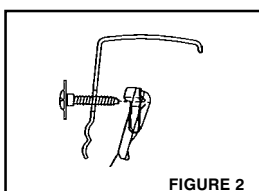

FIGURE 2
Center plastic tailgate cover on truck tailgate. Slide washers on the screws removed in Step 1. Insert and tighten the four screws in the four center holes of truck tailgate using a Phillips screwdriver, **DO NOT OVERTIGHTEN**. Plastic nut inserts on truck tailgate will easily strip out. (see FIGURE 2)
Stand at rear of pickup (center) and lift bedliner floor up. Have a second person push bedliner wall under siderail of the pickup truck (See FIGURE 2). Release bedliner floor.
3. Position "Liner-Lok™" fastener with side "A" towards screw tip (see FIGURE 2).
**IMPORTANT:** The "Liner-Lok™" must be in a loose downward-hanging position at this time. (see FIGURE 2)
Centrez le couvert de hayon sur la porte à rabattement arrière de camion. Glissez les rondelles de vis enlevées dans l'étape 1. Insérez et serrez les quatre vis dans les quatre trous centraux de la porte à rabattement arrière de camion à l'aide d'un tournevis Phillips. **NE PAS TROP SERREZ.** Les insertions en plastique d'écrou sur la porte à rabattement arrière de camion se déclencheront facilement. (voir FIGURE 2)
Debout, à l'arrière du pick-up (centre), relevez le plancher de la doublure du plateau. La deuxième personne doit alors pousser la paroi de la doublure du plateau en dessous de la paroi latérale du pick-up (voir FIGURE 2). Lâchez le plancher de la doublure du plateau.
3. Positionner et visser les attaches "Liner-Lok" comme illustré en fig. 2.
4. Insérer la pointe de la vis dans le trou de la doublure et dans le crochet en métal de l'attache et visser d'une ou de deux rotations, jusqu'à ce que la pointe de la vis soit engagée dans l'attache. IMPORTANT: le "Liner-Lok" doit pendre et ne doit pas être serré à ce moment précis de l'opération (voir fig. 2).